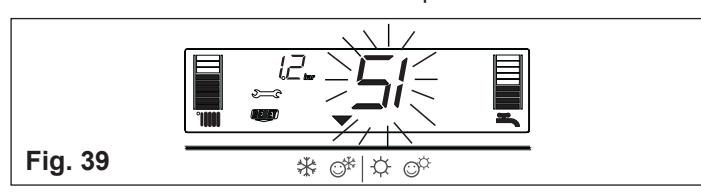

Fig. 39
3) Affichage des icônes et (fig. 39)